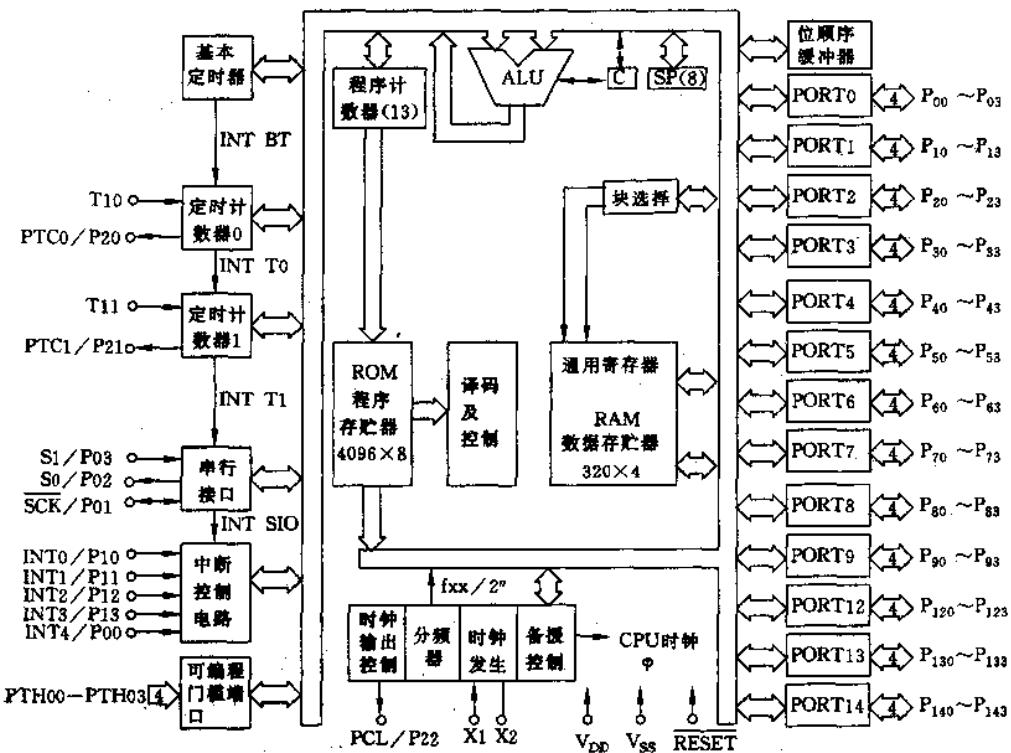

图 2-96
①μPD75104 的逻辑结构如图 2-96 所示,从图中可知,μPD75104 的结构是比较复杂的。它包括有存储器,运算和控制部件,输入输出端口,定时计数器,串行接口,中断控制逻辑,模拟信号输入端口,位连续缓冲器等。